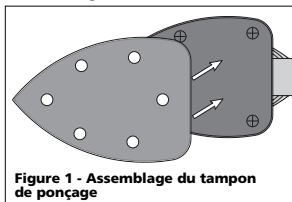

Figure 1 - Assemblage du tampon de ponçage
2. Aligner et positionner le disque de ponçage sur la plaque de presse. Bien presser pour retenir en place (voir la figure 1):